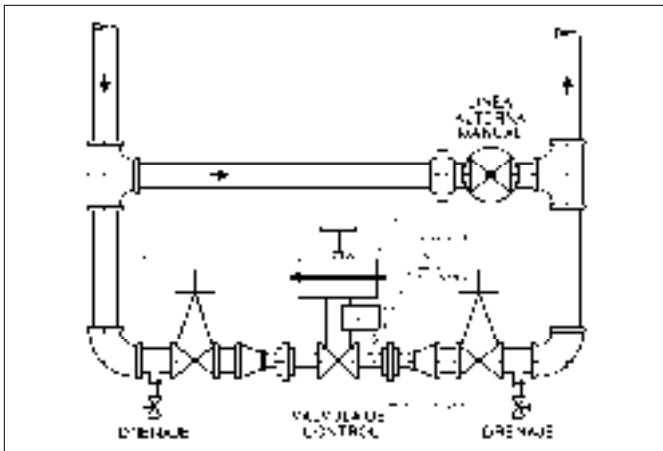

Figura 1: Estación Típica para Válvula de Control.
1. Se recomienda que la válvula de control sea instalada con doble válvula de bloqueo y línea alterna como se muestra en la Figura 1. Este montaje es recomendado especialmente donde el mantenimiento a la válvula será realizado sin desmontarla de la red de tubería.
4. Para instalaciones sin brida, el cuerpo (1) debe ser maquinado con estrías en cada extremo del cuerpo.